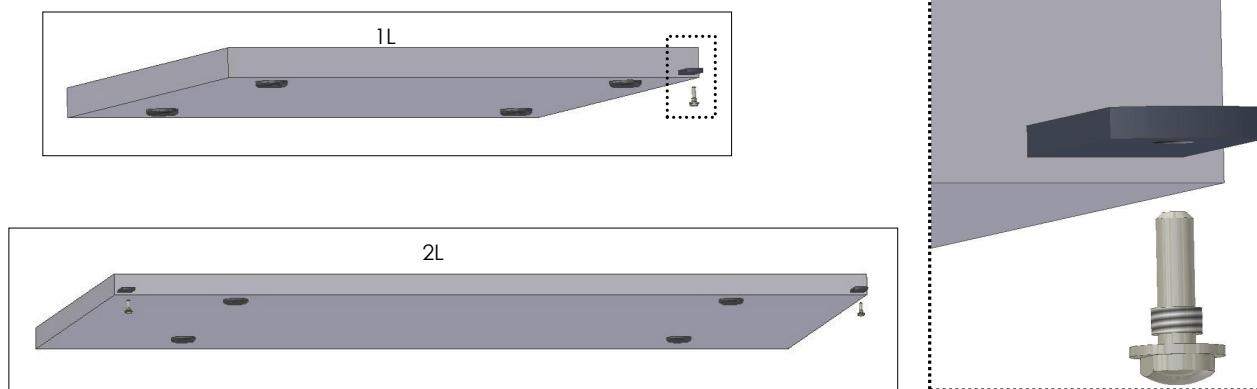

Fig. 1
- Colocar **los pernios inferiores** en el dobladillo de fijación de la puerta (Fig.1);